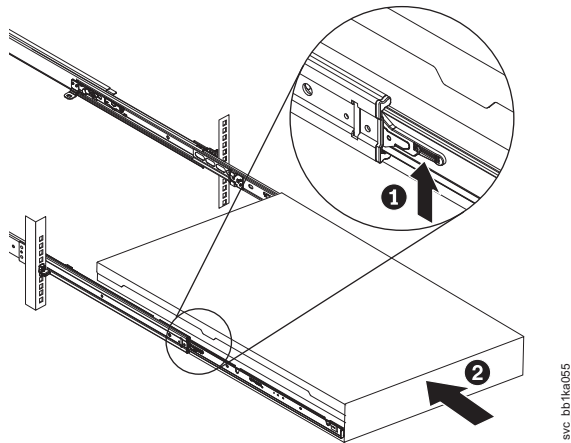

图 135. 抬起机架滑轨的锁定拉杆
9. 抬起滑轨上的锁定拉杆（图 135 中的 **1**），将节点 **2** 全部推入机架，直到其咔嗒一声锁定到位。